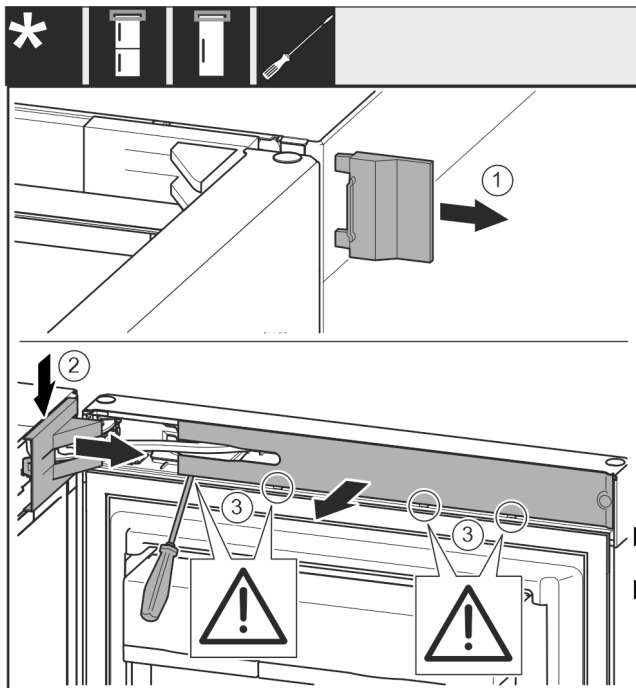

Fig. 8
- ▶ Retire la cubierta Fig. 8 (1).
- ▶ Desenganche la cubierta del soporte del cojinete Fig. 8 (2) y suéltela.
- ▶ Retire la cubierta del soporte del cojinete Fig. 8 (2).
- ▶ Desenganche la tapa ciega Fig. 8 (3) con un destornillador de punta plana y gírela hacia un lado.